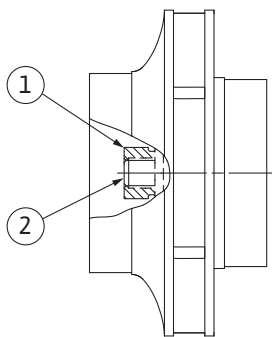

Fig. 106: Position correcte de l'écrou de blocage de roue après le montage
8. Maintenir l'arbre avec une clé plate de 0,9 in (diamètre de 22 mm) et serrer l'écrou de blocage de roue selon le couple de serrage prescrit (voir tableau « Couples de serrage » [► 142]). L'écrou (Fig. 106, pos. 1) doit affleurer à $\pm 0,02$ in (0,5 mm) avec l'extrémité de l'arbre (Fig. 106, pos. 2). Si ce n'est pas le cas, desserrer l'écrou et répéter les étapes 4 à 8.
9. Retirer la clé plate et remonter la tôle de protection (Fig. I, pos. 27).